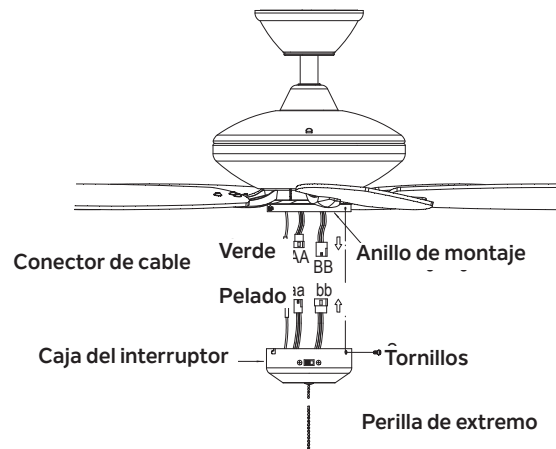

Fig. 15
Paso 1. Sosteniendo la caja del interruptor debajo del ventilador de techo, aplica presión a los conectores cuadrados para cables para juntarlos. Uno desde el ventilador y otro desde la caja del interruptor. Conecta el cable verde de tierra con el cable desnudo (Fig. 15)
Paso 2. Con cuidado mete todos los cables dentro de la caja del interruptor. Instala la caja del interruptor en el anillo de montaje con los tornillos incluidos. Asegúrate de que cada tornillo quede ajustado. (Fig. 15)